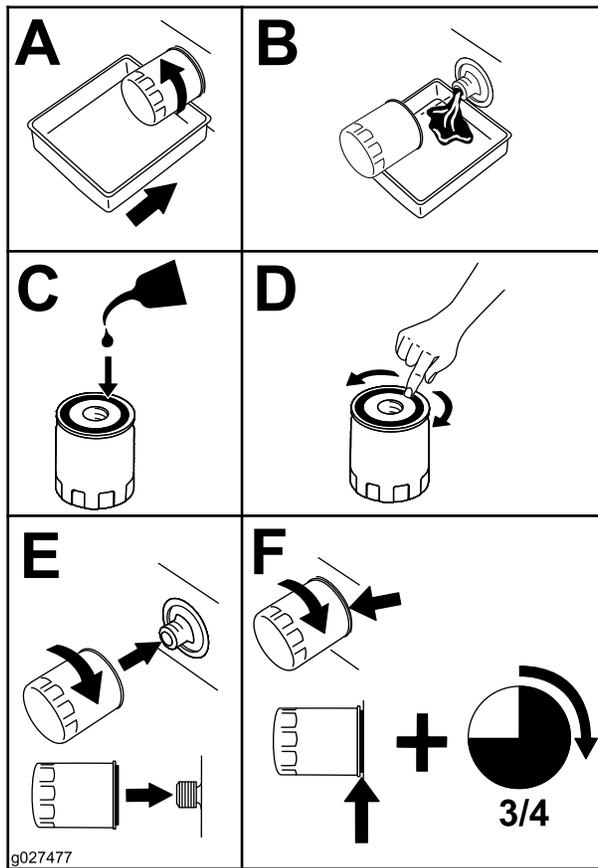

Figura 51
2. Cambie el filtro de aceite del motor (Figura 51).